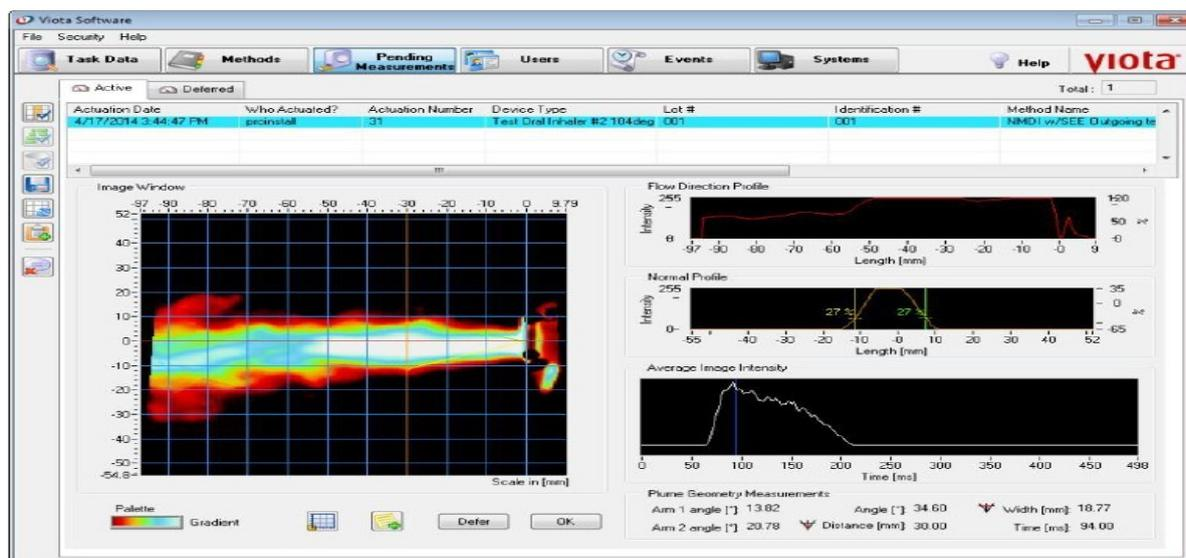

Figura 111. Interface de medição de geometria da Pluma do software Viota.
Veja que a Figura 111 mostra a interface de medição da geometria da pluma (Plume Geometry) do software Viota. A interface consiste em conjuntos de controles e indicadores que permitem ao usuário medir interativamente os atributos dos dados de geometria da pluma de acordo com as recomendações. A Tabela 10, fornece informações detalhadas sobre estes controles e indicadores.
Average Image Intensity Graph (Gráfico de Intensidade Média de Imagem)	O gráfico da intensidade média da imagem plotada em função do tempo. Observe na Figura 111, a região de iniciação (~50 ms), a região estável (~entre 150-190 ms) e a região de cauda (~após 200 ms).
- Se o tempo selecionado precisar ser ajustado, arraste o cursor azul no *Average Image Intensity Graph*, gráfico Intensidade média da imagem, para selecionar uma imagem na região de estado estacionário da intensidade máxima do spray (por exemplo, 168 ms), conforme mostrado na Figura 111. O software subtrairá automaticamente o fundo da imagem selecionada e atualizará todos os indicadores.
- Arraste os cursores amarelo e verde mostrados no gráfico *Normal Profile Graph*, gráfico perfil normal, conforme Figura 111, em direção ao pico do perfil. E seguida, arraste cuidadosamente o cursor amarelo para a esquerda (ou para baixo) no gráfico até que esteja entre 20-30% do perfil normal. Arraste o cursor verde para a direita (ou para cima) no gráfico até que esteja entre 20-30% do perfil normal.